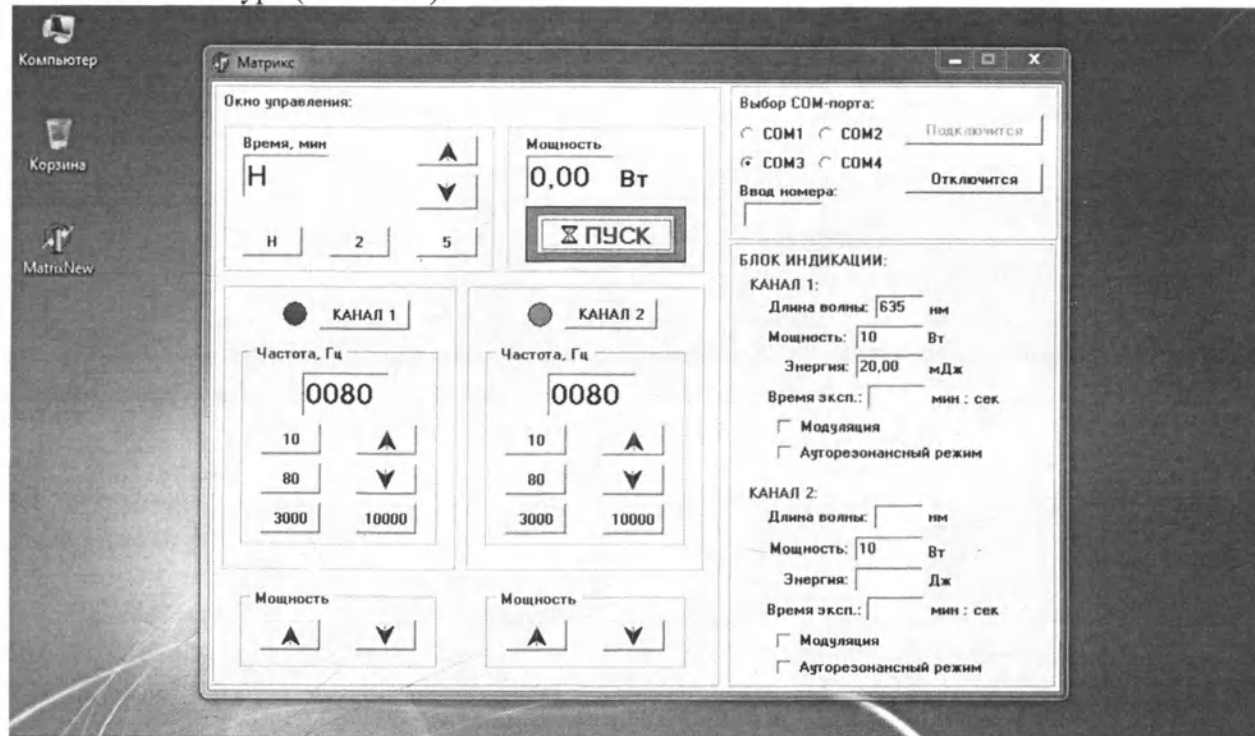

Рис. 4. Панель управления блоком БИО для реализации внутреннего режима работы аппарата
5.1.3. Запустить программу «MatrixNew», используя соответствующий ярлык на экране блока БИО. Появится окно «Матрикс» (активная панель управления и индикации), которое условно разделено на три сектора, справа вверху – подключение, справа внизу – дополнительная индикация параметров по каждому каналу, слева – дублирующая панель управления ББ аппарата (рис. 4). Перемещение по панели можно осуществлять как с помощью курсора мыши, так и стрелками на клавиатуре ($\leftarrow \rightarrow \uparrow \downarrow$).